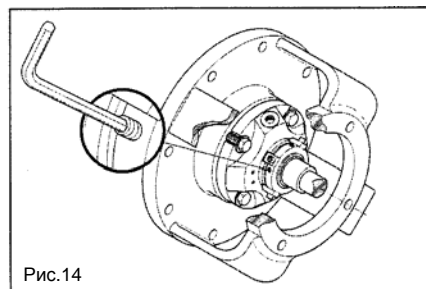

Рис.14
- Ослабьте установочные винты втулки вала (рис. 14)
- Установочные винты затягивайте до упора (рис. 14)